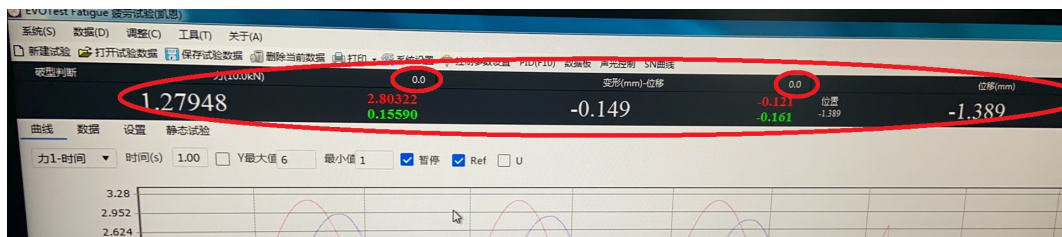

图 13
5.5 系统打开后，对力、变形、位移点机清零，显示数据为零点状态下（图 13）；